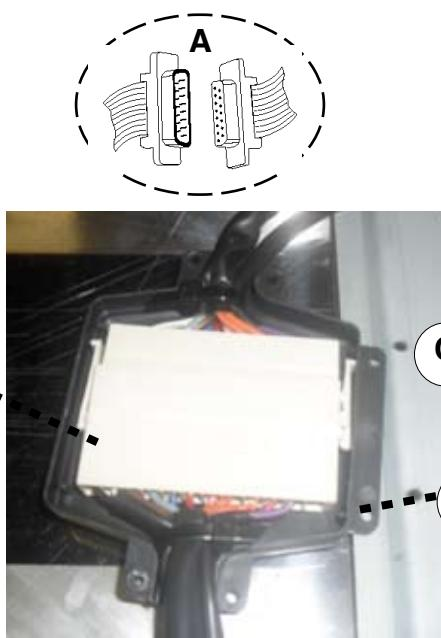

FIGURE 15
5. Connecter le **CONNECTEUR DES COMMANDES (A de la FIGURE 15)**. Insérez le **CONNECTEUR DES COMMANDES (A de la FIGURE 15)** dans la **BOÎTE DE CONNECTEUR** en plastique noir (**B de la FIGURE 15**) en reliant les deux morceaux en plastique noirs à l'aide des quatre vis fournies. L'utilisation des deux plus longues vis a fourni, attache la **BOÎTE DE CONNECTEUR** assemblée à la **BRIDE EN MÉTAL (C de la FIGURE 15)**.